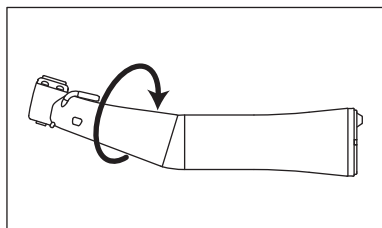

図6
- 3) シャंकを押さえながらヘッドを矢印方向に回します。(図6)